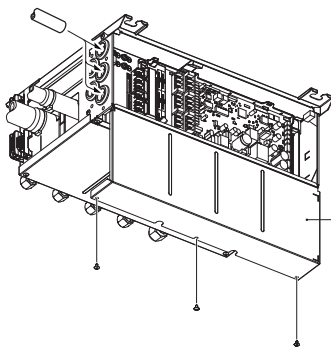

Fig. 8-5
8.1. Kabelbuizen gebruiken (Fig. 8-5,6,7)